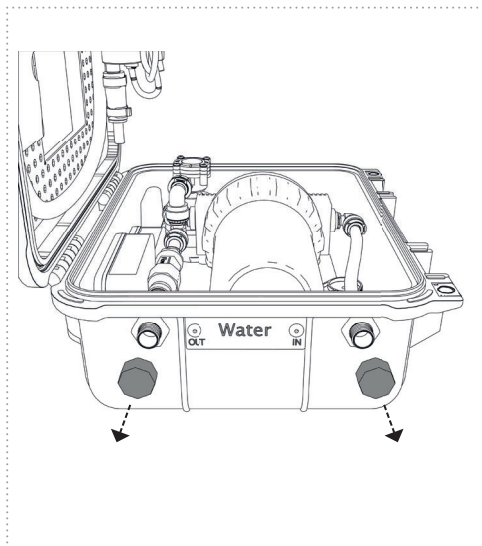

Figure 10
2. Retirez les bouchons de fermeture (Fig. 10)